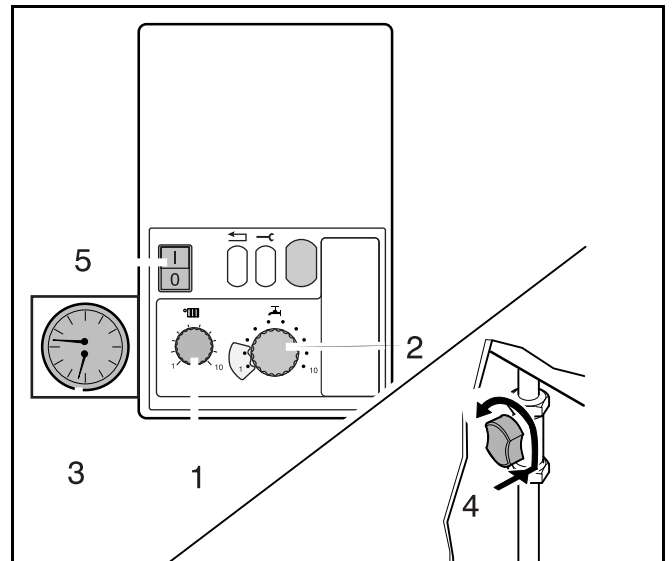

Abb. 1 Bedienfeld, Druckanzeige, Gasabsperrhahn
- Wasserdruck überprüfen (Abb. 1, Pos. 3).
- Vorlauftemperatur am Regler (Abb. 1, Pos. 1) mit Hilfe der Tab. 1 einstellen.
- Warmwassertemperatur am Regler (Abb. 1, Pos. 2) mit Hilfe der Tab. 1 einstellen
- Gasabsperrhahn öffnen: eindrücken und nach links in senkrechte Position drehen (Abb. 1, Pos. 4).
- Netzschalter (Abb. 1, Pos. 5) auf Stellung "I" stellen. Gerät beginnt mit dem Startprogramm, und nach ca. 30 s zündet der Brenner.